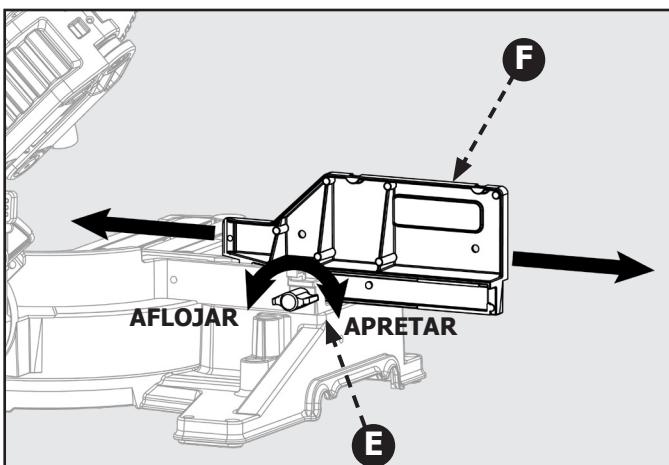

Figura 34
Esta sierra está equipada con una guía tope de extensión ajustable. Para extender o retraer la guía tope, consulte la Figura 34 y siga estas instrucciones: Afloje la perilla de bloqueo (E) girando hacia la izquierda y deslice la guía tope (F) hacia la posición deseada. Asegúrese de volver a apretar la perilla de bloqueo (E) girando hacia la derecha.
**PELIGRO:** Asegúrese siempre de que la perilla de bloqueo (E) esté apretada antes de realizar un corte. De lo contrario, podría ocurrir lesiones.